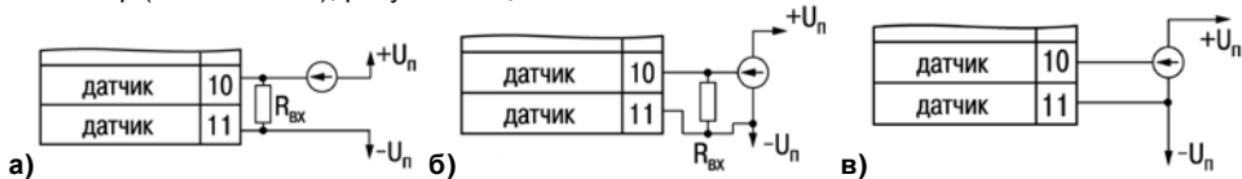

Рисунок 5.10
**Примечание** - TPM212 может использоваться также как вольтметр (0...1 В) или милливольтметр (-50...+50 мВ), рисунок 5.10, в.